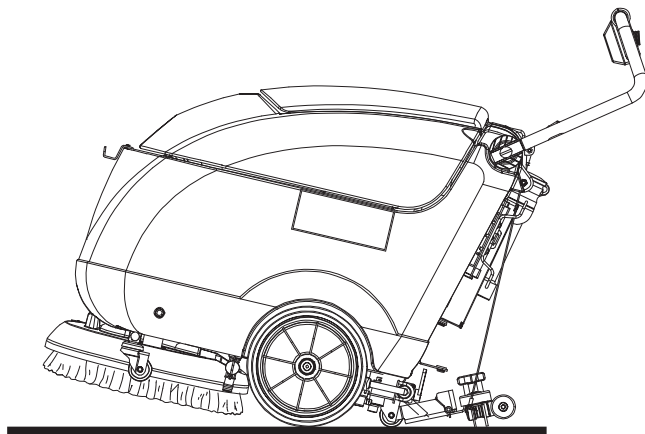

Figure 4
2. Soulever l'embouchure au moyen du levier (19).
3. Saisir le guidon (2) et le baisser légèrement jusqu'à ce que la roue arrière (7) touche le sol (Fig. 4). Tout en gardant la machine dans cette condition, la pousser dans le lieu de transport/stationnement.
4. Le travail effectué, afin de ne pas entraîner la brosse / disque sur le sol et de ne pas laisser des traces mouillées, déposer la brosse / disque de la tête à l'aide du dispositif de décrochage (pour la procédure, voir le paragraphe Après l'utilisation de la machine), et puis l'appuyer sur le support (43).